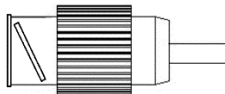

Fig. 5-3: Mini BNC macho
10. Conecte o cabo coaxial (mostrado na Fig. 5-3) (Mini BNC macho) à cabeça correspondente de alça da antena de ablação por micro-ondas (conector fêmeo mini BNC).